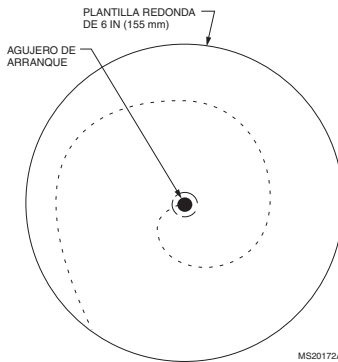

Fig. 6. Corte para la abertura del desviador.
- 10.** Corte cuidadosamente la abertura para el extremo del collarín de arranque de 6 in (155 mm) del conducto flexible de 48 in (1.22 m). Consulte la Fig. 6. Utilice un taladro para iniciar el corte en la mitad del círculo. Corte en forma de espiral hacia afuera para permitir el control del corte.